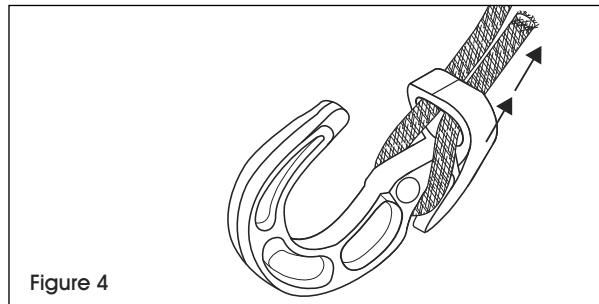

Figure 4
4. Réinsérez la corde à travers le trou au bas du crochet et ajustez à la longueur requise. Serrez les deux extrémités jusqu'à ce que la corde soit tendue. (Voir Figure 4)